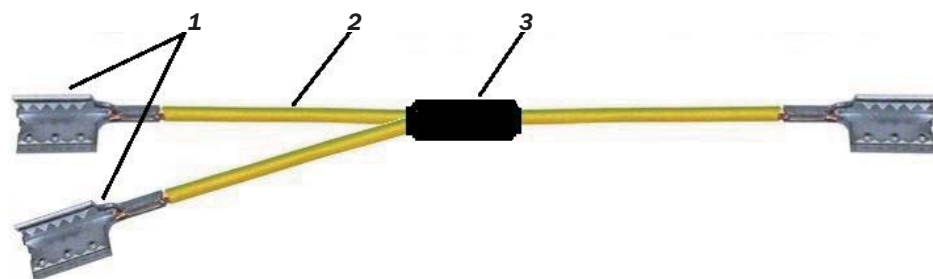

Рис. 10. Перемычка с тремя сжимаемыми соединителями экрана:
5.11 Для восстановления непрерывности и целостности экрана кабеля в комплекты муфт МСБВБЭп-П-Пу включены перемычки с тремя сжимаемыми соединителями экрана (см. рис. 10).